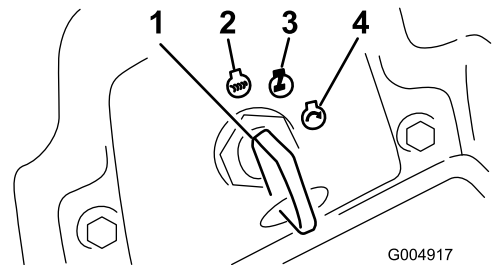

Figure 17
6. Tournez la clé dans le sens horaire en position de marche (Figure 17).
3. Tournez la clé de contact à la position contact coupé (Figure 17). Attendez l'arrêt de toutes les pièces en mouvement avant de quitter la position de conduite.